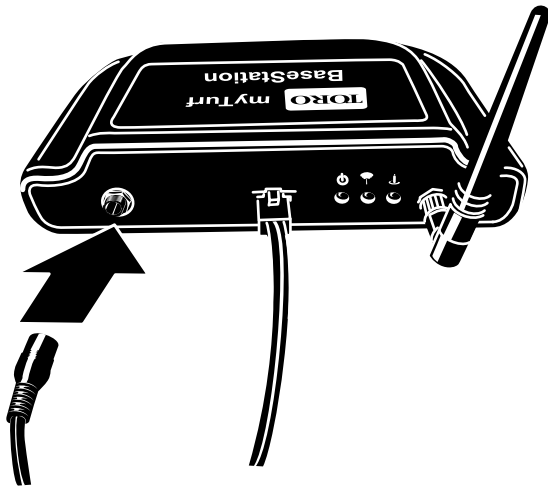

Figura 9
1. Enchufe el cable de alimentación en la estación base (Figura 9).